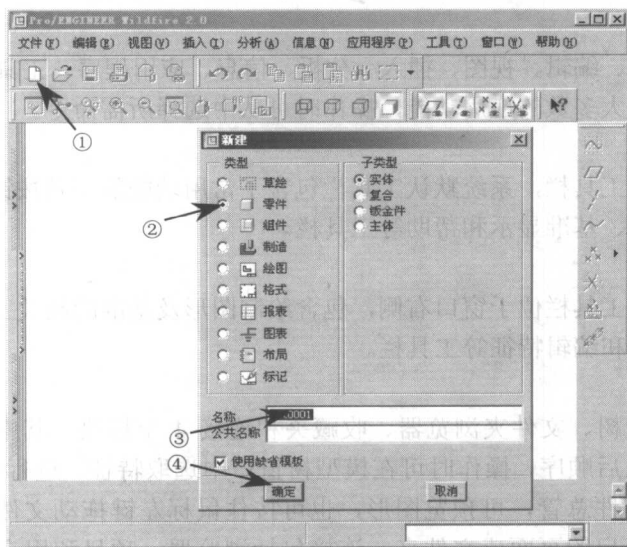

图 1.3 新建文件
(1) 新建文件
创建实体必须先新建一个文件，如图 1.3 所示：①单击文件工具栏中按钮（或选择“文件”→“新建”命令）；②在弹出的如图 1.3 所示的“新建”对话框中选择需要创建的“类型”、“子类型”；③“名称”文本框中系统默认名称为“prt***”，操作时可以改变；④单击按钮，完成新建文件。
在如图 1.3 所示的“新建”对话框中，显示 Pro/E 的主要文件类型有 10 种，用户可以根据自己的设计类型选择，每一种类型包括若干个子类型。不同类型的扩展名是不同的，例如，零件扩展名为*.prt、组件扩展名为*.asm 等。
在如图 1.3 所示的“新建”对话框中，如果取消勾选“使用缺省模板”复选框，则将会弹出“新建文件选项”对话框，即用户可以自定义模板，请读者参考后面的模板设置内容自行操作。